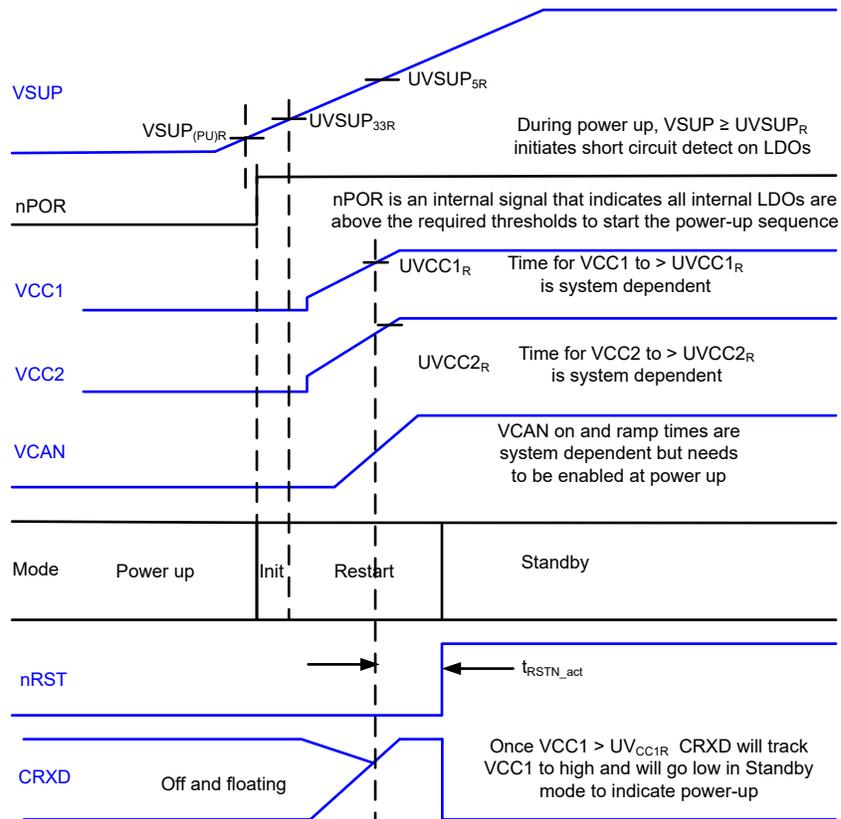
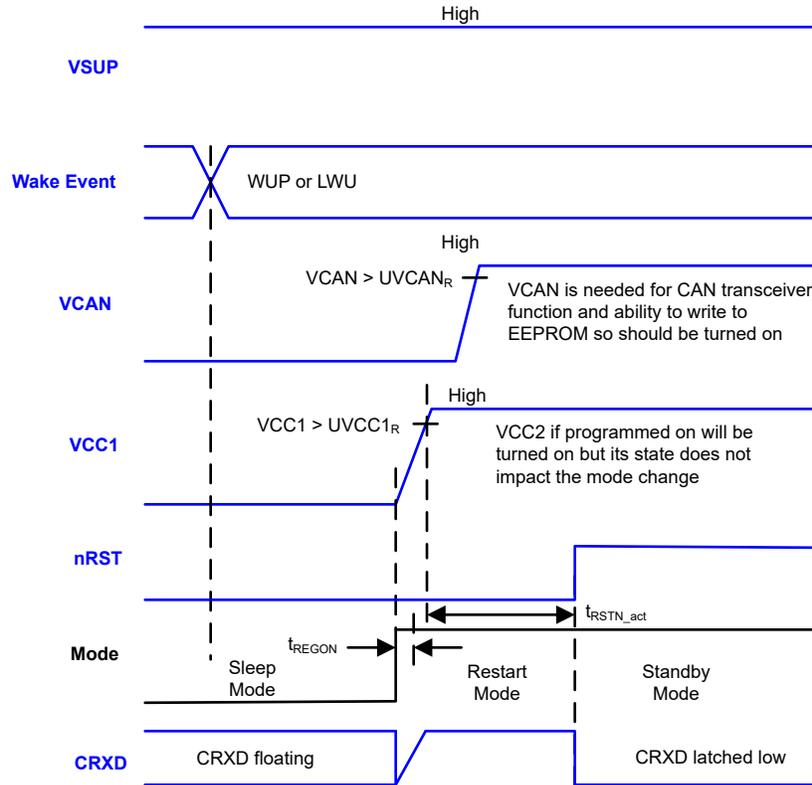
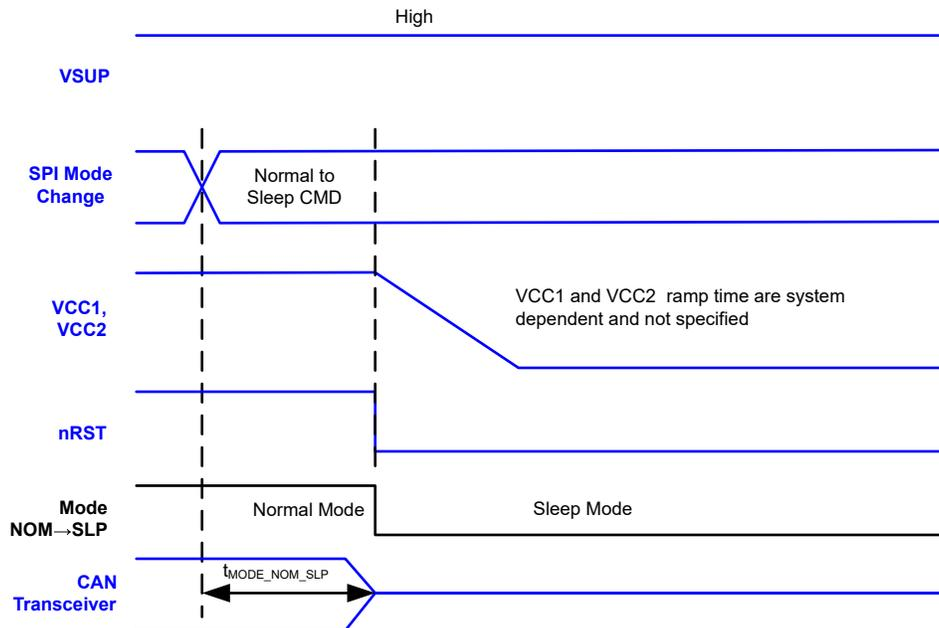
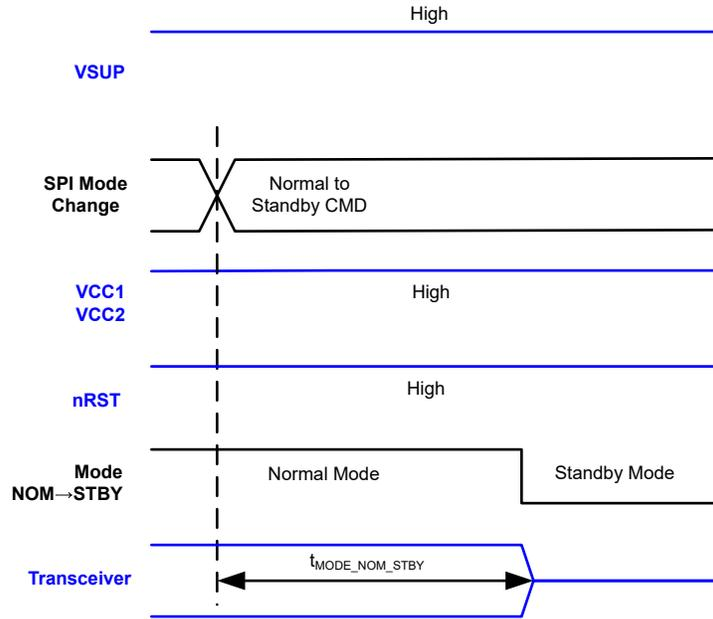

図 7-13. 起動タイミング
図 7-14. スリープからリスタートのタイミング
図 7-15. 通常からスリープのタイミング
図 7-16. 通常からスタンバイのタイミング
- 青い信号は TCAN245x-Q1 の入力または出力で、黒は TCAN245x-Q1 に対する内部信号です。これはタイミング図 図 7-13、図 7-14、図 7-15、図 7-16 のためのものです。